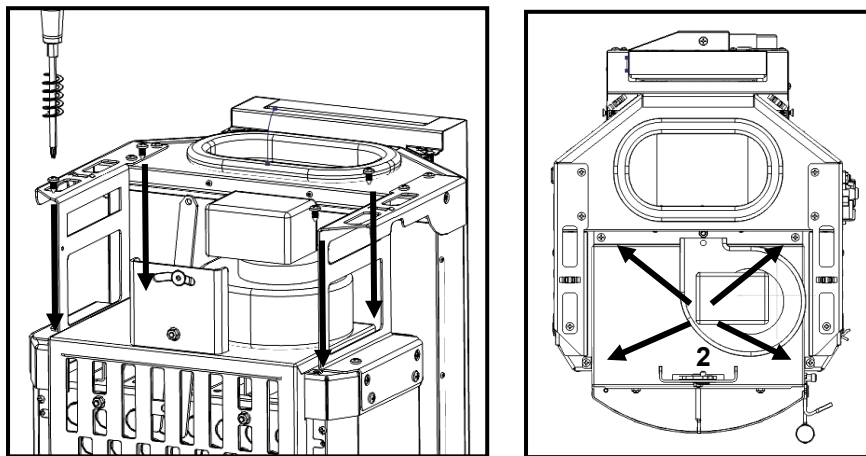

Figura 75 - Fixação do ventilador ao equipamento
e) Apertar o conjunto da Figura 75 na face superior da câmara de combustão utilizando 4 parafusos **(A)** nos furos preparados para o efeito (2).